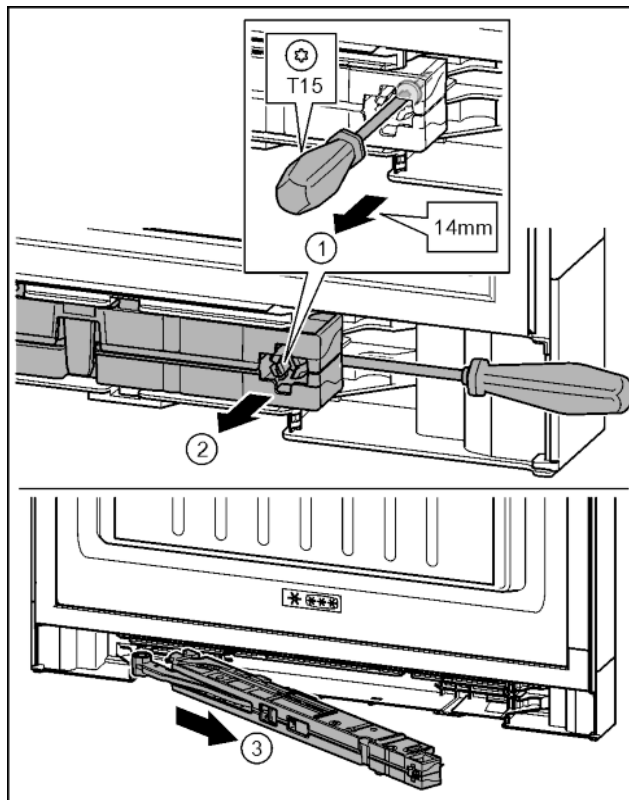

Fig. 19
- ▶ Ослабить винт на узле амортизатора с помощью отвертки T15 на ок. 14 мм. Fig. 19 (1)
- ▶ Переместить отвертку со стороны ручки за узел амортизатора. Повернуть узел вперед. Fig. 19 (2)
- ▶ Вытащить узел амортизатора. Fig. 19 (3)